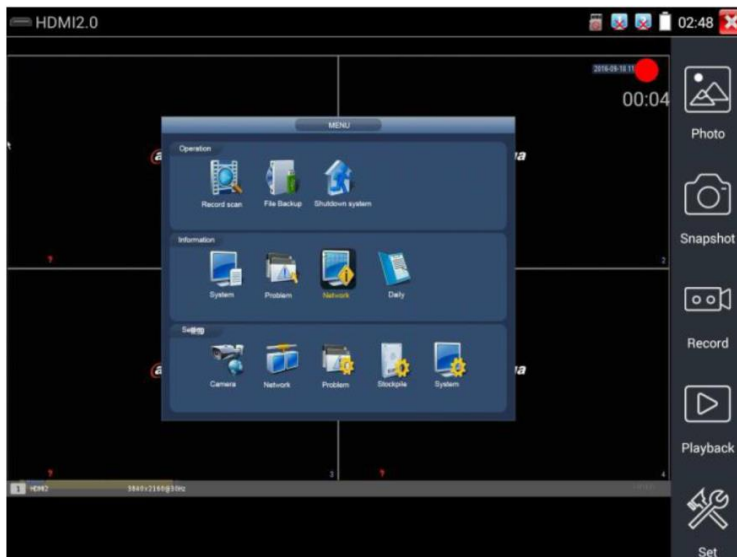

Рис.65 Запись видео в приложении HDMI IN
- Запись видео (Video record, рис. 65) начнется, если вы нажмете соответствующий значок, в правом верхнем углу появится индикатор и таймер записи. При повторном нажатии кнопки запись будет закончена, а файл будет предложено сохранить на micro SD карте памяти. В ручном режиме появится диалоговое окно, где можно задать имя сохраняемого файла. В автоматическом режиме файл сохраняется с именем, заданным автоматически.